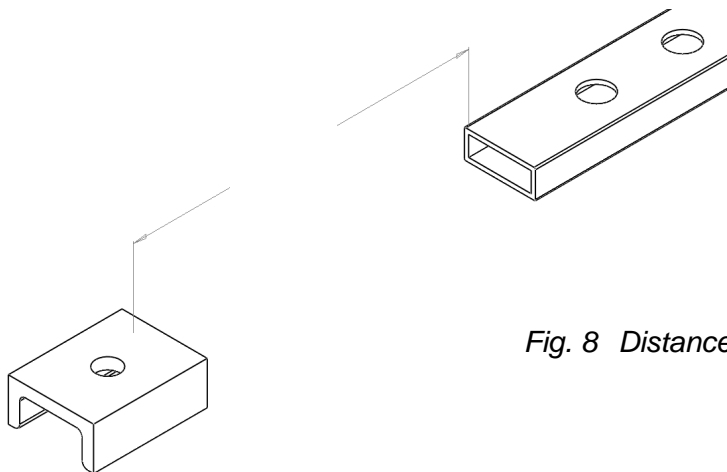

Fig. 8 Distance plongeur/fixation
- Dans le fichier d'assemblage de la version existante «BARRE DE SELECTION MECANO SOUDEE.SLDASM», mesurer la distance entre la fixation de câble et le plongeur de sélection, la reporter sur la figure 8.